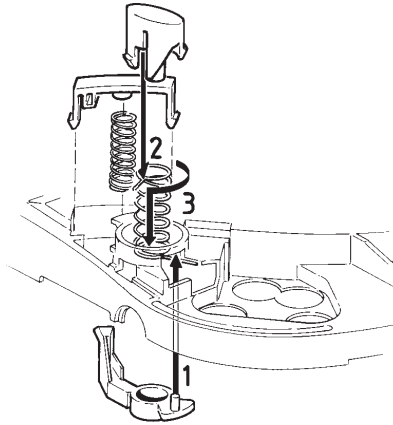

Fig. 3
4. Auswurfaste und -hebel ("OPEN") ausbauen (Fig. 3)
5. Auswurfaste und -hebel ("OPEN") einbauen (Fig. 3)
- Den Auswurfhebel einrasten (1).
- Die Auswurf Feder so einsetzen, daß die lange Nase in der Aussparung des Gehäuses liegt (3).
- Die Auswurfaste auf die Feder aufsetzen, so daß die kurze Nase der Feder in den Schlitz der Taste eingreift (2).
4. Removing the Eject button and Eject lever ("OPEN") (Fig. 3)
5. Reassembling the Eject button and Eject lever ("OPEN") (Fig. 3)
- Snap in eject lever (1).
- Place eject spring into cabinet; long leg positioned into hole of cabinet (3).
- Put eject button onto spring; short leg positioned into slot (2).